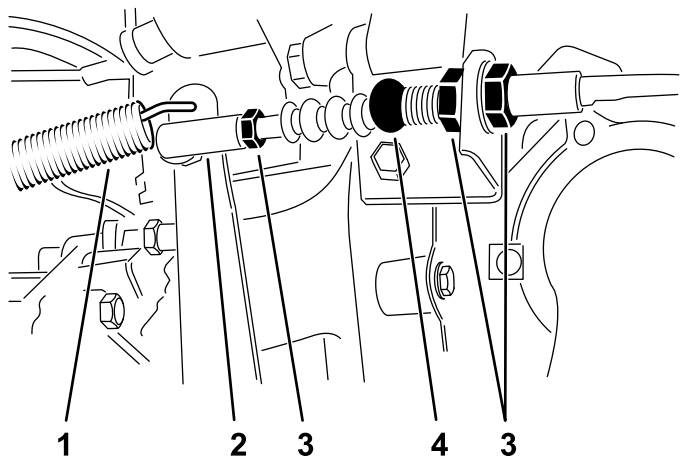

図 63
1. クラッチケーブルをベルハウジング上のブラケットに固定しているジャムナットをゆるめる(図 63)。